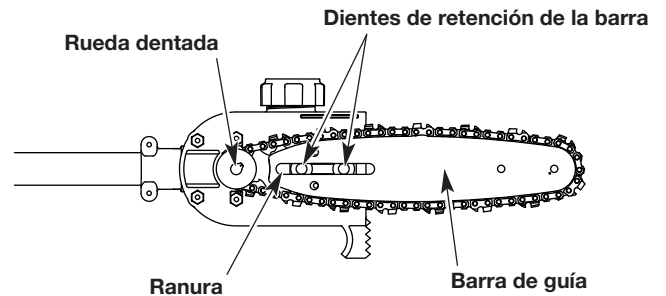

Fig. 12
5. Pase la cadena sobre la rueda dentada (Fig. 12).
6. Ajuste el tornillo de tensión de la cadena para permitir la inserción de la barra de guía. Coloque la barra de guía. Los dos dientes de retención de la barra deben sobresalir de la ranura en la barra de guía (Fig. 12).
8. Instale la cubierta de la barra. Apriete el tornillo y dos (2) tuercas de retención de la barra.